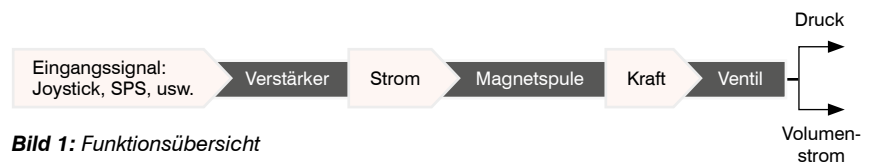

Bild 1: Funktionsübersicht
2. Proportionalverstärker sind Geräte, die ein analoges Eingangssignal interpretieren und geregelt elektrische Leistung einer Proportionalspule zuführen. Das Flussdiagramm eines solchen Steuerungsablaufs zeigt Bild 1. Analoge Eingangssignale sind üblicherweise Spannungen zwischen 0 und 10 VDC oder ein Strom zwischen 0 und 20 mA (4 bis 20 mA sind gebräuchlicher). Proportionalverstärker werden benutzt, um: